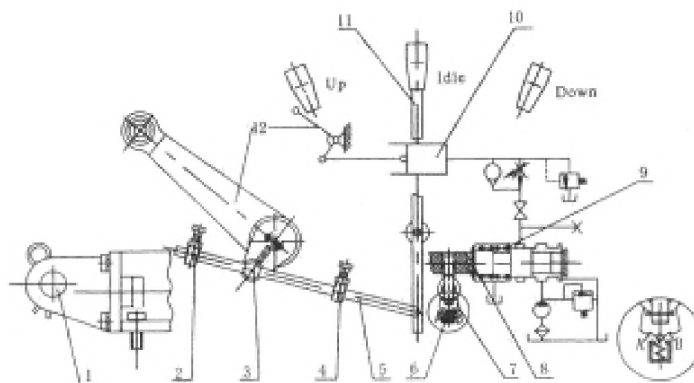

Рисунок 4-32. Принцип работы подъемника (1).
Механизм обратного действия состоит из возвратного штока (5), возвратной упора (2), (4), возвратного штифта (3) (рисунок 4-32).
Рисунок 4-32 показывает принцип действия золотникового клапана подъемника (1) с функцией контроля высоты и положения. На рисунке клапан находится в нейтральном положении.
Переключите рычаг управления в положение подъема, чтобы поднять орудие. В этот момент позиционный стальной шарик падает в позиционный паз А (рисунок 4-32), золотниковый клапан передвигается влево в положение подъема и орудие начинает подниматься. При подъеме орудия возвратный штифт вращается по часовой стрелке вокруг подъемного вала. Когда возвратный штифт соприкасается с подъемным возвратным упором (2), он приводит в действие возвратный шток, чтобы передвинуть влево и переключить рычаг управления, чтобы выдавить стальной шарик из позиционного паза А, в это время рычаг управления и золотниковый клапан переключаются в нейтральное положение под действием возвратной пружины. Масляный насос перекачивает масло в цилиндр и орудие прекращает подъем. Высота подъема орудия зависит от положения поднимающего возвратного упора на возвратном штоке. Чем меньше расстояние между подъемным возвратным упором и концом возвратного штока, тем выше поднимается орудие.